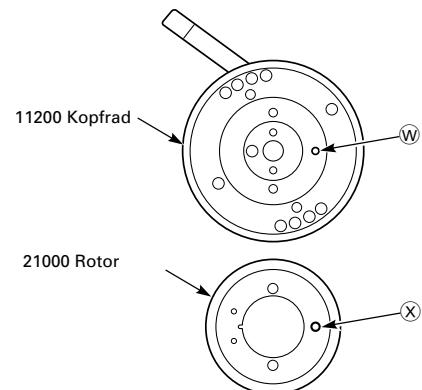

Fig. 8.39
**Achtung:** Nach dem Einbau des Rotors (21000) muss die Phase des Kopfrads eingestellt werden. Die Löcher (W) des Kopfrads und (X) des Rotors müssen gemäß Fig. 8.39 auf der gleichen Seite liegen. Die Schrauben (30000) für den Rotor und den Stator (22000) mit einem Drehmoment von 2.5 bis 3.5kg/cm befestigen.